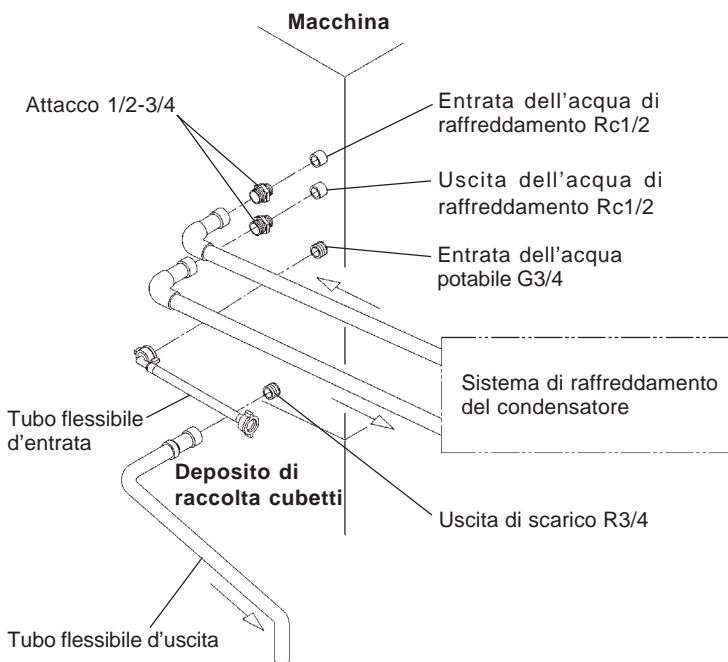

Fig. 9
[a] Collegamenti standard in conformità alle norme WRC in Gran Bretagna (Fig. 9 e 10)
3) Collegare il tubo di uscita (flessibile grigio, accessorio) al raccordo R3/4, situato sul retro della macchina, come indicato (Fig. 9), verificando che la rondella in gomma sia posizionata in modo corretto
5) Collegare il sistema di raffreddamento del condensatore alle parti disponibili degli attacchi 1/2-3/4, come indicato (Fig. 9) utilizzando un tubo di tipo rigido adatto. Per ottenere un accoppiamento a tenuta, utilizzare gli appositi ermetici e/o il nastro P.T.F.E.